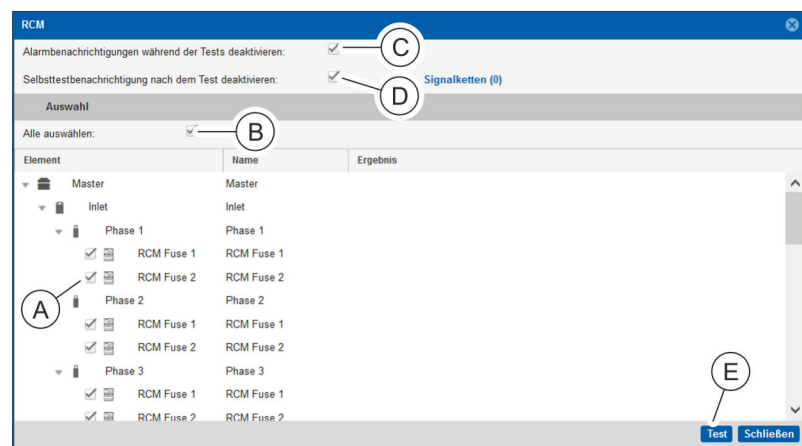

Abb. 108: Fenster "RCM"
- Einzelne RCM auswählen, die geprüft werden sollen (Abb. 108/Ⓐ).
Alternativ über die Checkbox „Alle auswählen“ (Abb. 108/Ⓑ) alle verfügbaren RCM zur Prüfung auswählen.
- Bei Bedarf die Checkbox „Alarmbenachrichtigung während der Tests deaktivieren“ (Abb. 108/Ⓒ) deselektieren, um das Auslösen von Signalketten während des Tests zu aktivieren.
- Bei Bedarf die Checkbox „Selbsttestbenachrichtigung nach dem Test deaktivieren“ (Abb. 108/Ⓞ) deselektieren, um das Auslösen der Signalkette nach dem Test zu aktivieren.
- Im Fenster "RCM" die Schaltfläche „Test“ (Abb. 108/Ⓞ) anklicken.